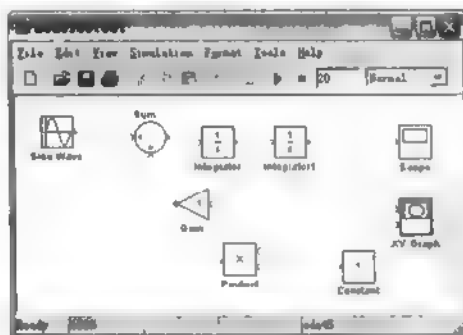

图 6.2 仿真模型模块图
- (2) 打开一个空白模型编辑窗口, 保存文件名为 model06to01.mdl。
- (3) 创建相应模块, 如图 6.2 所示。